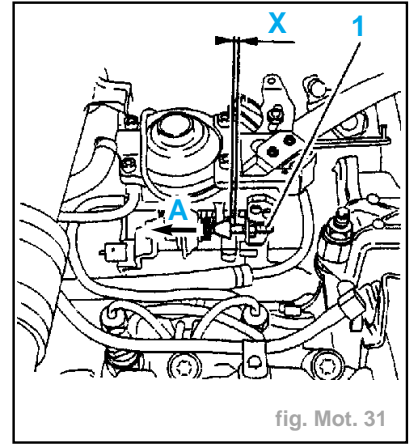

fig. Mot. 31
- Agir sur le patin plastique du dash-pot dans le sens A. Régler la vis (1) pour obtenir **X = 1 mm.**
• Contrôle et réglage dash-pot (fig. Mot. 31)